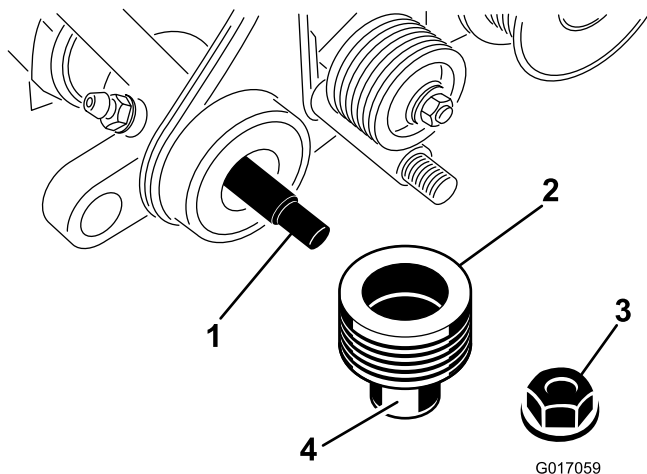

Рисунок 6
13. Нанесите консистентную смазку на поверхность уплотнения ведущего шкива, как показано на Рисунок 6.
14. Наденьте шкив на вал механической щетки (Рисунок 6).
15. Закрепите шкив на валу фланцевой контргайкой (Рисунок 6). Затяните с моментом 23-28 Н•м.
16. Нанесите консистентную смазку на уплотнение в левой опорной плите и на конец вала механической щетки (Рисунок 6).